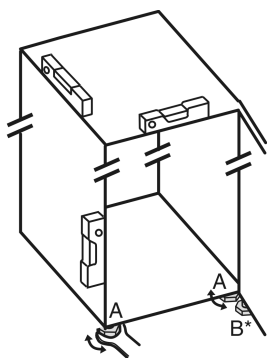

Fig. 2
- Svitare i piedini regolabili Fig. 2 (A) con la chiave a forchetta contenuta nella fornitura e con l'aiuto di una bilancia idrostatica, affinché l'apparecchio non si trova in posizione stabile e piana.
- Con la chiave a forchetta in dotazione, svitare il piedino regolabile Fig. 2 (B) sul cuscinetto di supporto inferiore, fino a farlo appoggiare sul pavimento.
- Ruotare ulteriormente il piedino regolabile Fig. 2 (B) di 90°.